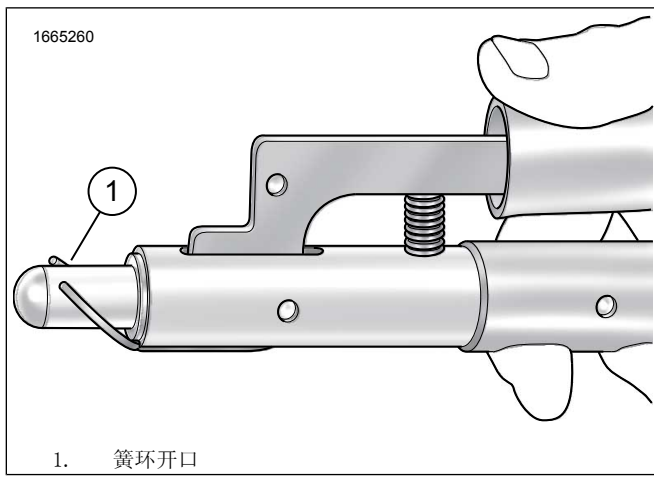

图3。定位簧环
1. 图3将簧环开口 (1) 定位在专用工具上的12点钟位置。